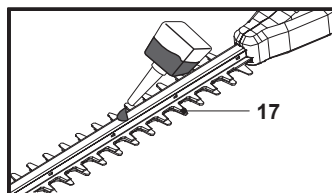

Fig. 32
12. Lubrifiază suprafețele interne ale lamei dacă lama foarfecii pentru gard viu (17) se supraîncălzește în timpul utilizării (fig. 32).
1. Păstrează lama foarfecii pentru gard viu (17) curată și fără resturi. Îndepărtează resturile vegetale cu o perie.
2. Aplică o cantitate mică de lubrifianț adecvat pe lama foarfecii pentru gard viu (17) pentru o bună performanță de tăiere (fig. 32).